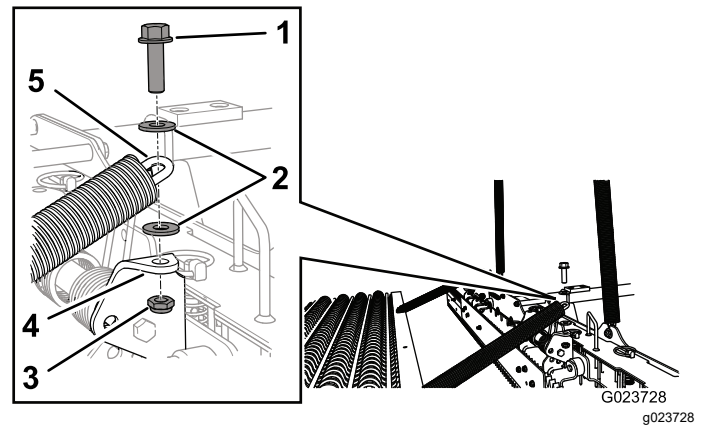

Bild 3
1. Fluchten Sie das Ende einer Kette mit dem Loch in der Halterung an derselben Seite des Nagelrechs aus (Bild 3).
2. Befestigen Sie die Kette mit einer Schraube (3/8" x 1-1/4"), zwei Scheiben und einer Sicherungsmutter an der Halterung, siehe Bild 3.